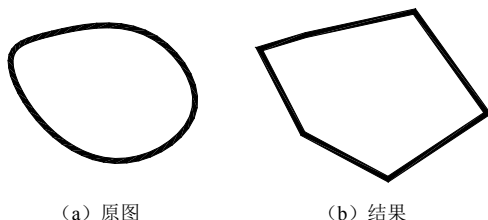

图 4-49 多段线编辑示例七
(7) 接着上例 (6) 非曲线化多段线, 如图 4-49 (b) 所示。